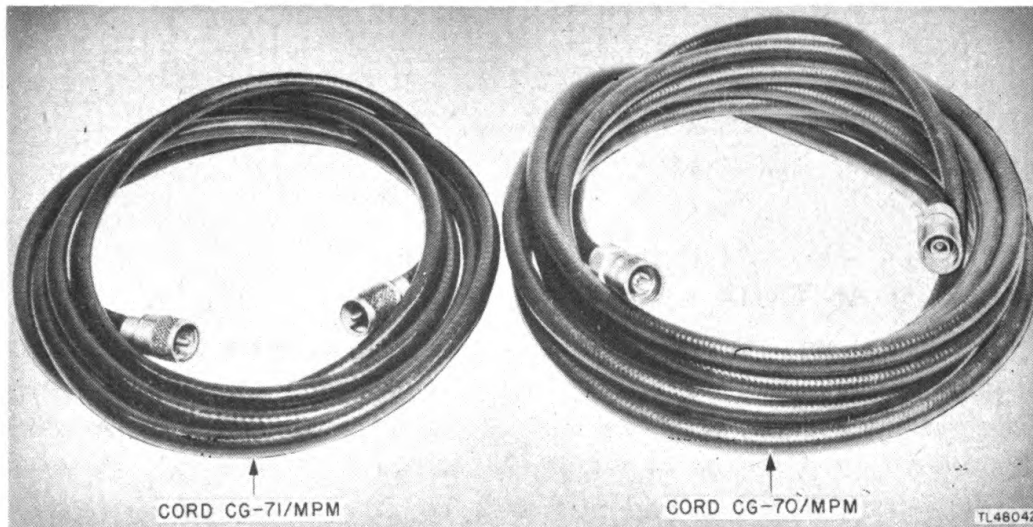

Figure 17. Cords CG-70/MPM and CG-71/MPM.
19. CORD CG-70/MPM (fig. 17).
20. CORD CG-71/MPM (fig. 17).